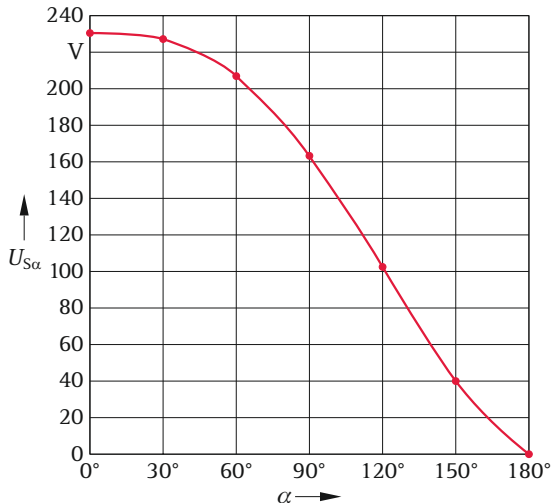

Bild L5.8 $U_{S\alpha} = f(\alpha)$ für einen Triac
3. Die Kurve $U_{S\alpha} = f(\alpha)$ zeigt Bild L5.8.